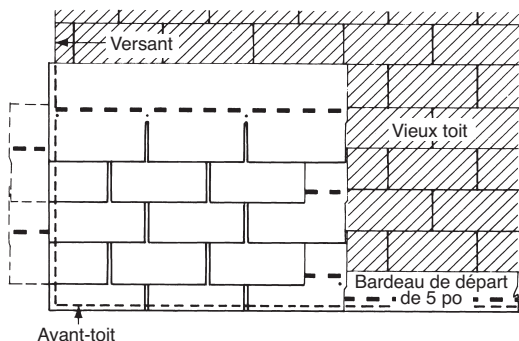

Figure 10-17 : Alignement vertical, imbriqué.
2. Coupez 6 po d'un côté du premier bardeau de départ et posez la pièce de 30 po restante sur la première rangée des vieux bardeaux, dans le coin inférieur gauche. Ce bardeau et tous les autres qui suivront doivent être imbriqués au bord d'about des vieux bardeaux (Figure 10-17).
2. Alignez le bord supérieur des bardeaux de 10 po de façon à ce qu'ils soient aboutés aux languettes des bardeaux de l'ancienne troisième rangée (Figure 10-17).
1. Coupez 6 po du côté gauche d'un bardeau entier. Aboutez le bord supérieur de ce bardeau de 12 po par 30 po au bord inférieur des bardeaux de l'ancienne quatrième rangée (Figure 10-17).
1. Commencez la pose des rangées suivantes en alternant l'utilisation de bardeaux entiers et de bardeaux de 30 po (à 6 po de l'extrémité gauche) le long de la rive, en une seule colonne (Figure 10-17).